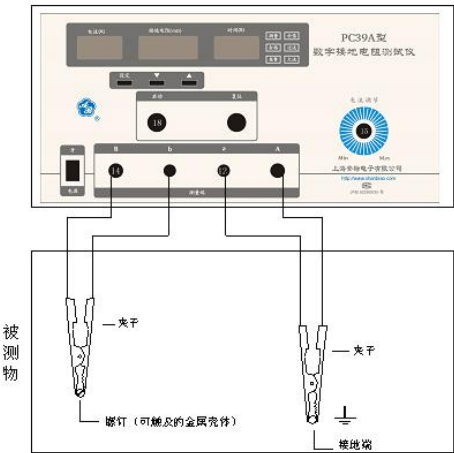

图 4 PC39A 接线图
5.3.2 按图4正确接线。将一副（二组）测试线，红线组中粗、细测量棒一端分别插入测试仪“A”、“a”测量端上（粗线对“A”，细线对“a”）；黑线组中粗、细测量棒一端分别插入测量仪“B”、“b”测量端上（粗线对“B”，细线对“b”），测量线另一端的夹子分别接被测设备保护可触及的金属壳体和接地端。